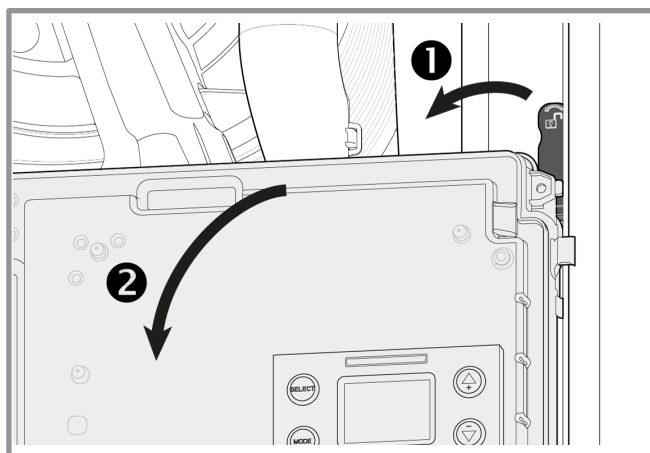

figura 32 - Acceso al cuadro eléctrico
- Gire el cuadro eléctrico (figura 32).
- Desconecte el tubo de evacuación de los condensados (1).